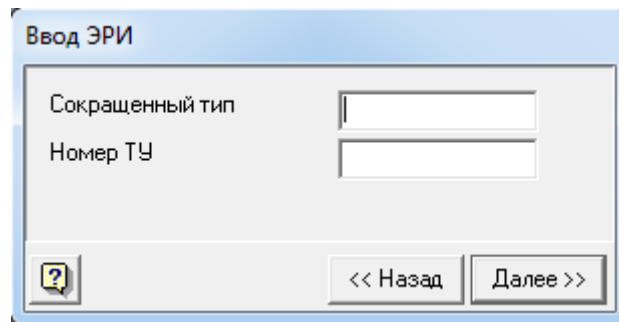

Рис. 3.30 Окно ввода ЭРИ
- В появившемся окне «Ввод ЭРИ» введите сокращенный тип и номер ТУ (см. рис. 3.30).